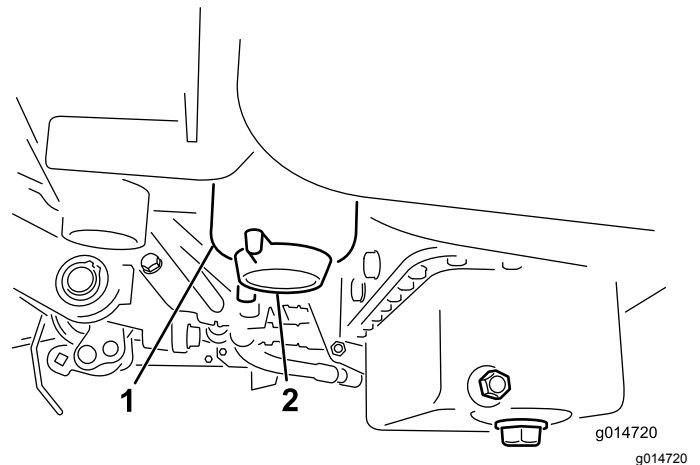

Figura 33
2. Limpe a zona de montagem do recipiente do filtro (**Figura 33**).
4. Abra o tampão de escoamento do filtro (**Figura 33**).